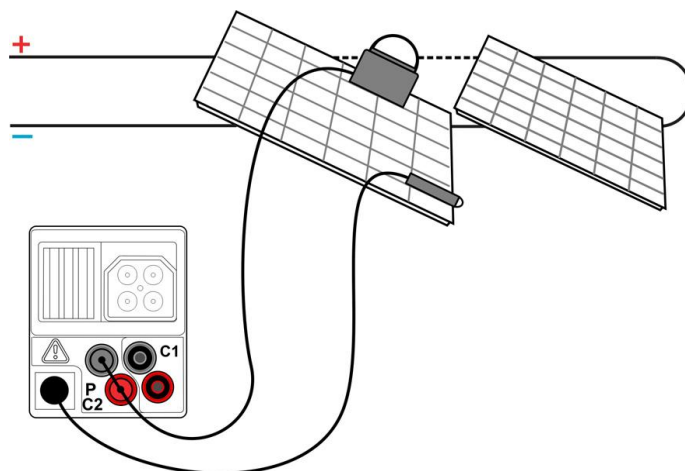

Figura 5.25: Medición de los parámetros ambientales
- ❑ **Conecte** las picas medioambientales al instrumento (vea la Figura 5.25).
- ❑ **Conecte** las picas al objeto a comprobar (vea la Figura 5.25).